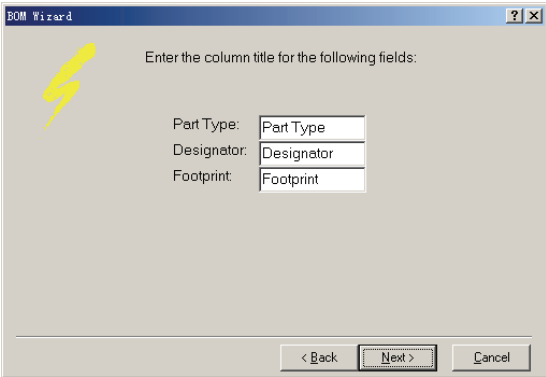
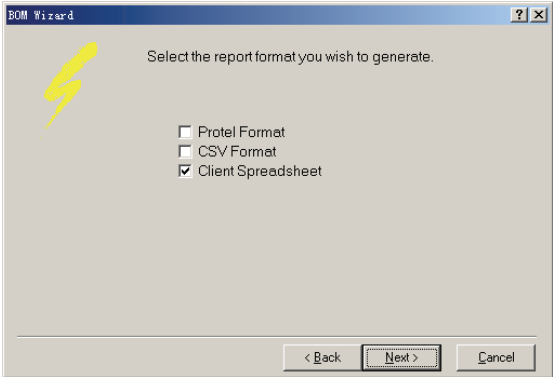

图 3-108 定义元器件材料表和项目名称
图 3-109 选择产生的元器件材料表的格式
3) 设置完毕后，单击“Next”按钮，进入如图 3-108 所示的对话框，要求选择需要加入表中的文字栏，然后单击“Next”按钮，进入如图 3-109 所示的对话框。在该对话框中选择最终的元器件材料表以何种格式产生，系统共提供了“Protel Format”“CSV Format”和“Client Spreadsheet”3 种格式。在此实例中选择“Client Spreadsheet”复选框（即电子表格格式）。